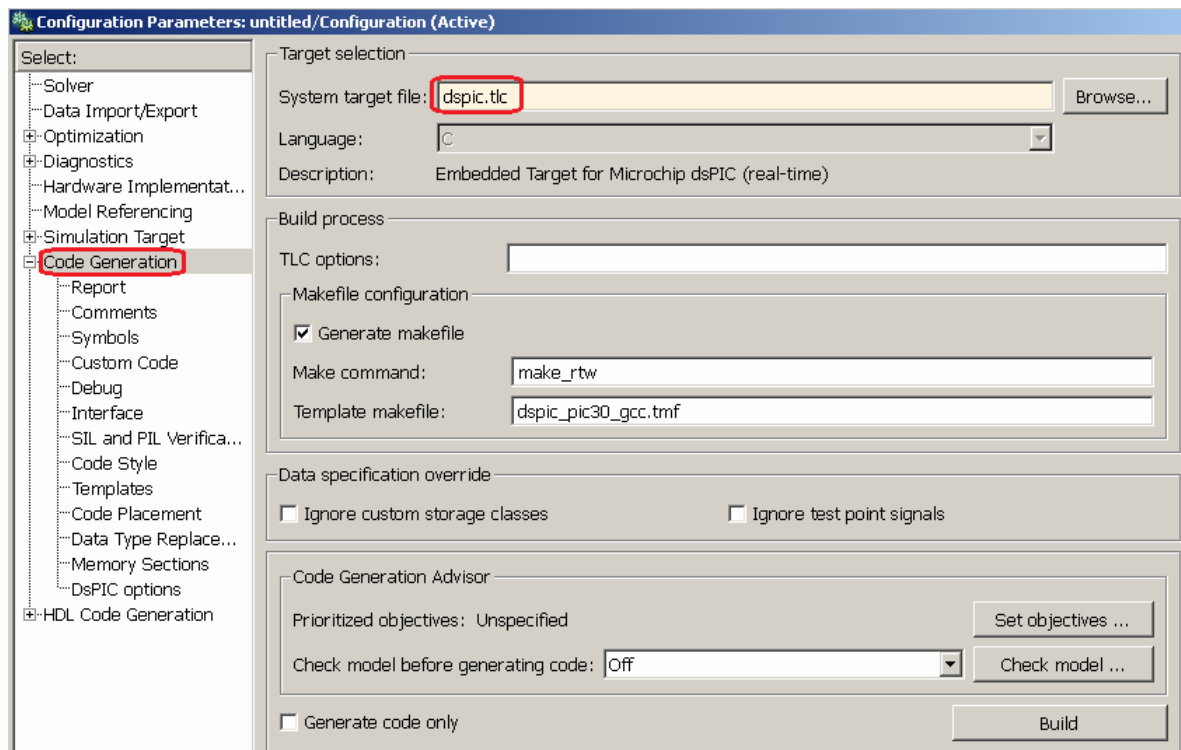

Рис. 17. Выбор компилятора S-функций dspic.tlc для моделей PIC контроллеров в разделе "основное меню > Simulation > Configuration Parameters > Code Generation".
5. Проверьте настройки конфигурации модели: Меню > Simulation > Configuration Parameters <Ctrl+E>. В строке ввода System target file раздела Code Generation должен быть указан компилятор S-функций dspic.tlc (Рис. 17). Выбор dspic.tlc настраивает все остальные параметры конфигурации модели, включая шаг и метод интегрирования.